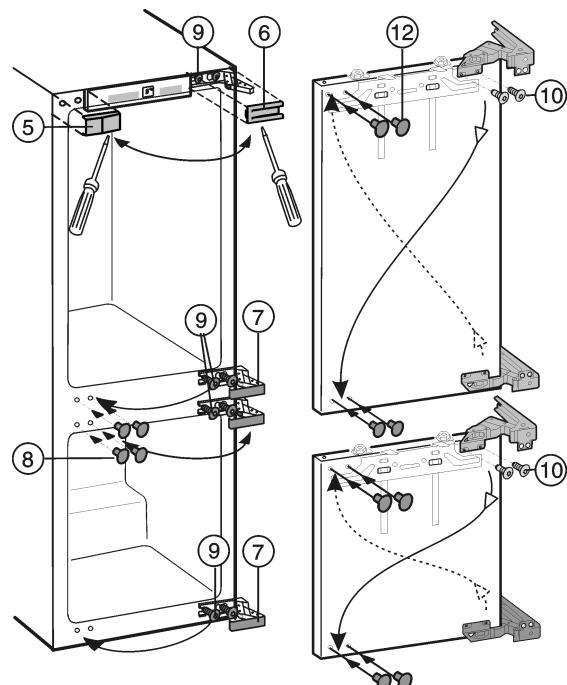

Fig. 3
- Abdeckungen Fig. 3 (5,6,7,8) mit einem Schlitzschraubendreher nach vorn abheben.
- Schrauben Fig. 3 (9) oben und unten am Gerätekörper nur lösen.
- Schrauben Fig. 3 (9) auf die Gegenseite umsetzen, kurz einschrauben.
- Schrauben Fig. 3 (10) herausdrehen und die Scharniere diagonal umschlagen.
Die Schrauben Fig. 3 (10) sind selbstschneidend: Akku-Schrauber verwenden.
- Mit Stopfen Fig. 3 (12) die freigewordenen Befestigungslöcher verschließen.
- Türen in die vormontierten Schrauben Fig. 3 (9) einhängen und Schrauben **fest mit 4 Nm** anziehen.